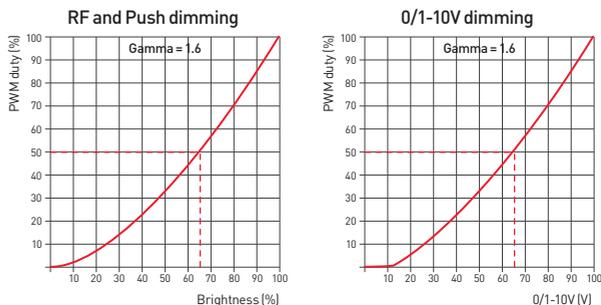

Рис. 2.
- 3.7. На рис. 2 представлены кривые диммирования в зависимости от типа управления.